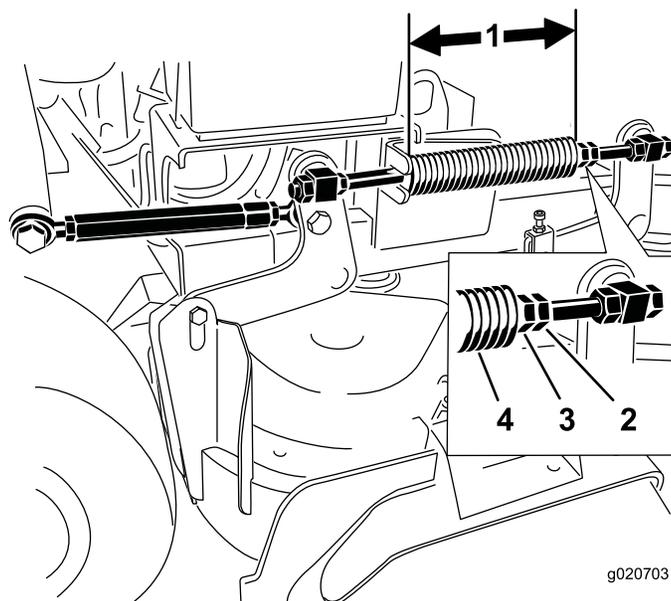

Figura 87
Nota: O comprimento nominal é de 28,2 cm para plataformas de cortadores de 91 cm e de 25,7 cm para plataformas de cortadores de 102 cm (**Figura 87**).
3. Ajuste esta distância desapertando a porca de bloqueio da mola e rodando a porca em frente de cada mola (**Figura 87**).
4. Bloqueie a porca na posição apertando a porca de bloqueio da mola (**Figura 87**).